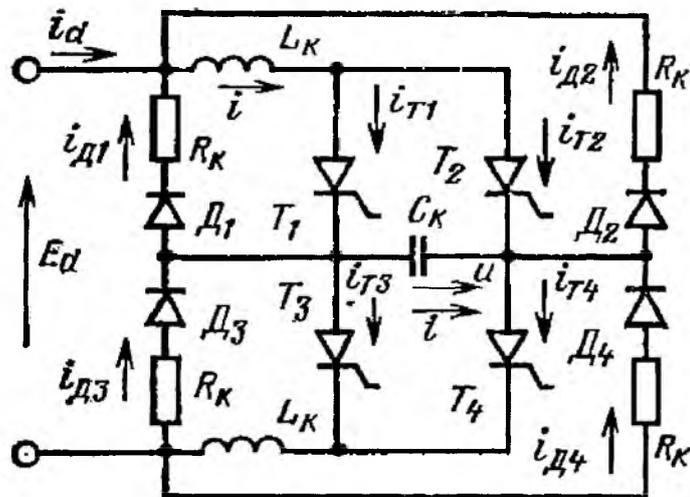

Рис. 19. Схема однофазного мостового инвертора с резисторами, демпфирующими циркулирующие токи
23. Определить потери при коммутации ненагруженного мостового инвертора (рис. 19), если циркулирующий ток затухает до нуля к концу каждого полупериода и  $E_d = 10$  В,  $f = 100$  Гц,  $L_K = 1$  мГн,  $C_K = 1$  мкФ. Вентили идеальные. Определить наименьшее значение сопротивления, при котором будет происходить затухание.